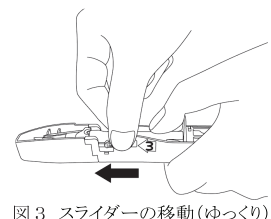
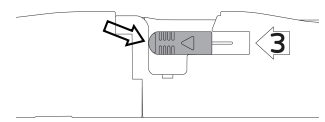

図 3 スライダーの移動(ゆっくり)
図 4 スライダー位置の確認
④ 挿入器のボディを親指で固定し、スライダーをゆっくり(約 3 秒をかけて)、上下方向に力が加わらないように注意しながら、矢印の方向(刻印 3)に止まるまで移動させ、レンズを押し進める(図 3)。スライダーが完全に(図 4 矢印の位置まで)突き当たっている事を確認する。移動したスライダーは戻さないこと。押し進めた後の状態で 3 分以上放置しないこと。